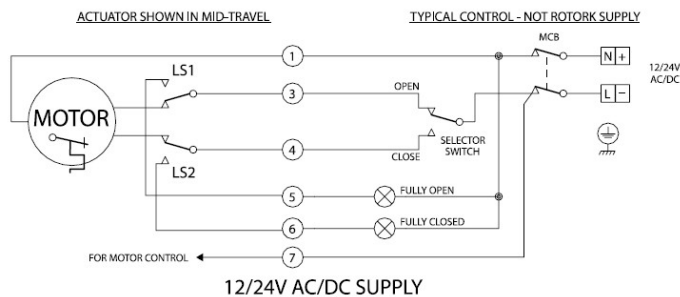

Figura 5: LS1/LS2 en el esquema eléctrico
- .....el contacto de LS2 está abierto (tensión 24VDC en el Terminal 6, véase Figura 5)
- .....el contacto para LS1 está abierto (tensión 24VDC en el Terminal 5, véase Figura 5)